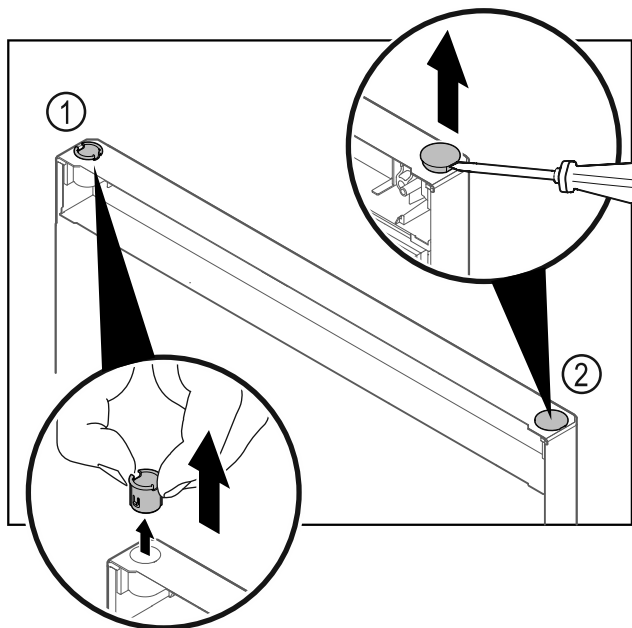

Fig. 40 Vrata zamrzivača
- ▶ Izvucite čahuru šarke Fig. 40 (1) prstima.
- ▶ Odvijačem s ravnom glavom oprezno podignite čep Fig. 40 (2) i izvadite ga.